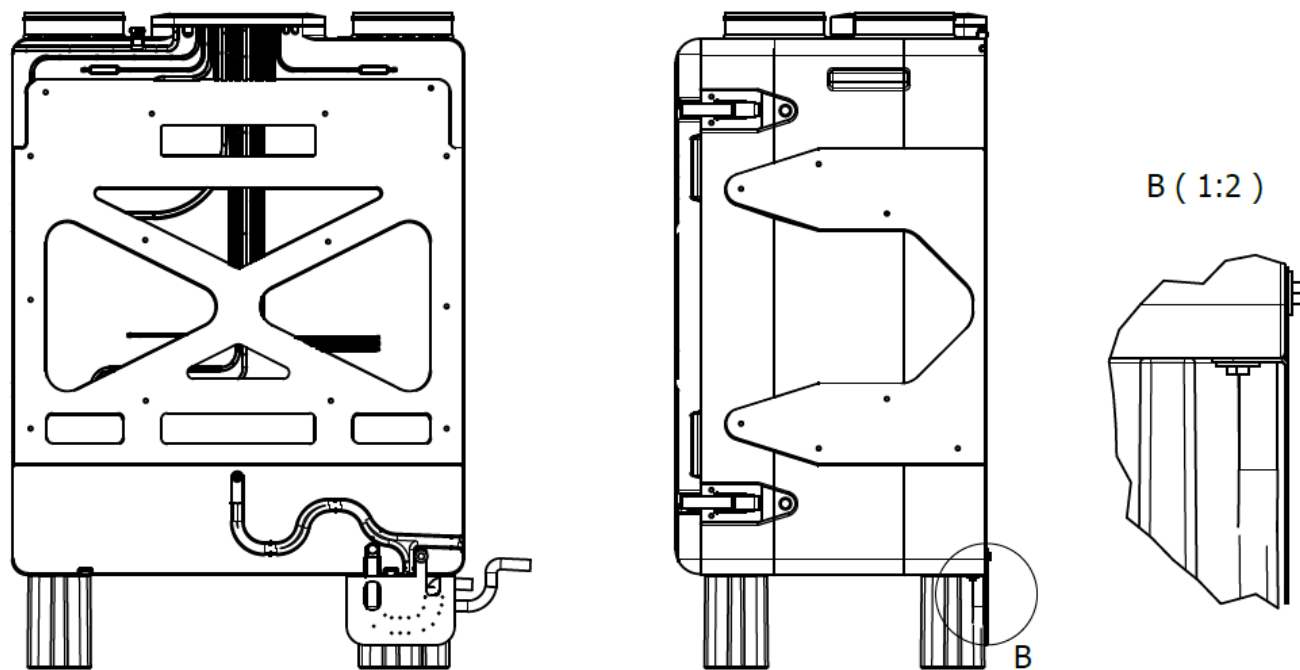

Abb. 9 - Einbau des Siphons (Bodenmontage)
- Bauen Sie einen Siphon mit einem flexiblen Schlauch und einer Siphonhalterung. **ACHTUNG:** Bei Verwendung von Montagefüßen sollte der flexible Schlauch auf der Rückseite der Platte angebracht werden. (siehe Abb. 9)